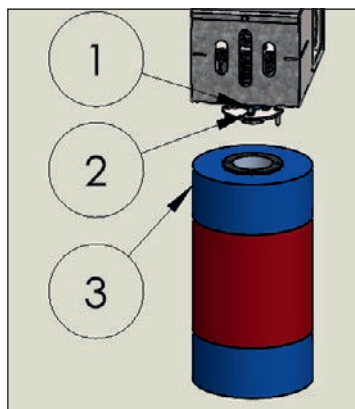

Abbildung 4:
2. Bürste mit den vier Schrauben (Abb.4 Pos.1), Scheiben (Abb.4 Pos.2) an der Antriebseinheit befestigen.